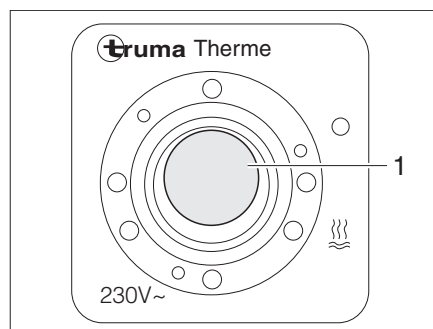

Fig. 121 Conmutador de mando para calentador Therme
El modo de funcionamiento eléctrico se conecta con el conmutador de mando (Fig. 121). La luz de control (Fig. 121,1) del interruptor tiene que encenderse.
- Conectar el conmutador de mando (Fig. 121). La luz de control (Fig. 121,1) del interruptor se enciende.
- Desconectar el conmutador de mando (Fig. 121). La luz de control (Fig. 121,1) en el interruptor se apaga.
- Desconectar el conmutador de mando (Fig. 121). La luz de control (Fig. 121,1) en el interruptor no está iluminada.